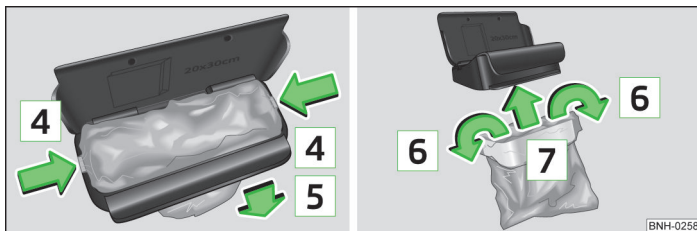

Fig. 68 Înlucuirea pungii
- Îndepărtați prin apăsare cele două elemente de fixare ale cadrului interior, în sensul săgeții » fig. 68 de pe corpul recipientului.